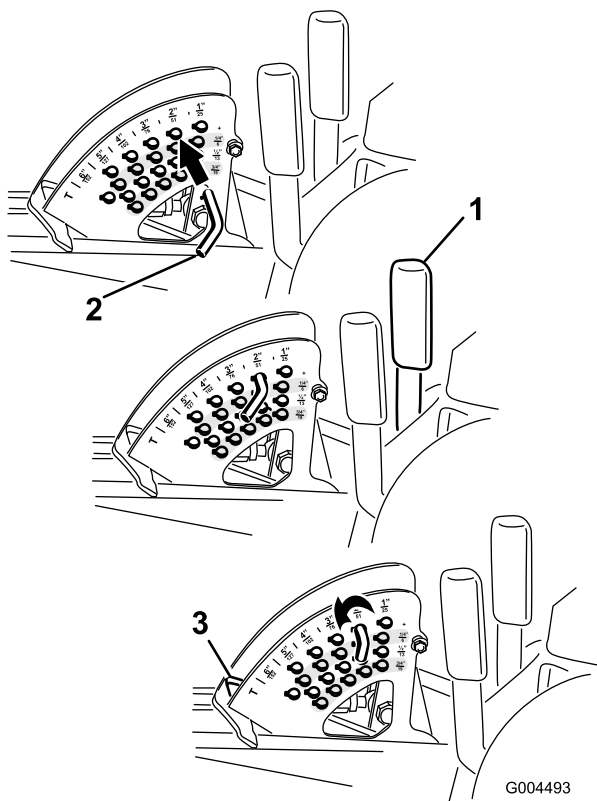

Bild 24
Hinweis: Wenn Sie das Mähwerk in der angehobenen Stellung arretieren möchten, heben Sie das Mähwerk über die 15 cm Stellung an, nehmen Sie den Schnitthöhenanschlagsstift ab (siehe Einstellen der Schnitthöhe) und setzen Sie den Stift in die 15 cm Schnitthöhenstellung (Bild 24).
1. Ziehen Sie den Mähwerkhubhebel bei laufendem Motor zurück, bis das Mähwerk ganz angehoben ist, und lassen Sie den **Hebel sofort los** (Bild 24).
2. Drehen Sie zum Einstellen den Anschlagstift so lange, bis die Linien am Rollstift mit den Schlitzen in den Löchern in der Schnitthöhenhalterung ausgerichtet sind. Nehmen Sie ihn dann ab (Bild 24).
3. Wählen Sie ein Loch in der Schnitthöhenhalterung, das der gewünschten Schnitthöhe entspricht, stecken Sie den Stift ein und drehen Sie ihn ein, um ihn zu arretieren (Bild 24).
Hinweis: Es gibt vier Reihen der Lochpositionen (Bild 24). Die oberste Reihe ergibt die Schnitthöhe, die über dem Stift steht. Die zweite Reihe ergibt die Schnitthöhe plus 6 mm. Die dritte Reihe ergibt die Schnitthöhe plus 12 mm. Die unterste Reihe ergibt die Schnitthöhe plus 18 mm. Für die Stellung von 15,8 cm gibt es nur ein Loch, das in der zweiten Reihe ist. Mit diesem Loch werden nicht 6 mm den 15,8 cm hinzugefügt.